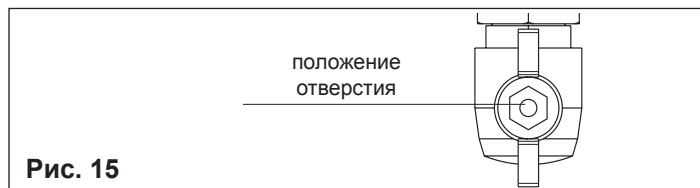

Рис. 15
- откройте газовый кран, чтобы подать топливо (рис. 15), повернув его против часовой стрелки